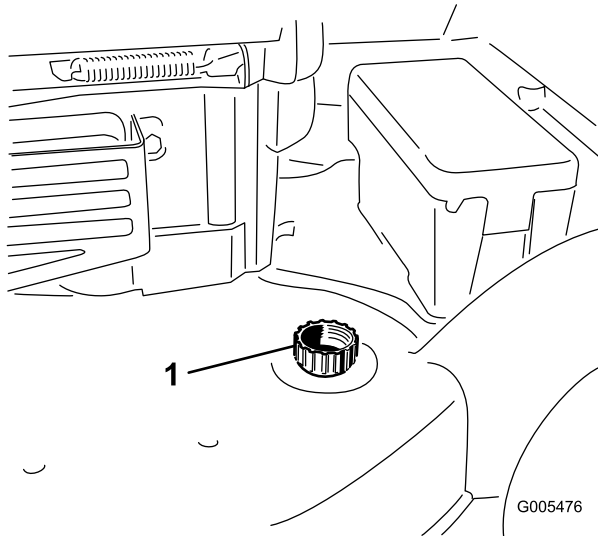

Bild 51
3. Befestigen Sie einen Gartenschlauch, der an einen Wasserhahn angeschlossen ist, am Spülanschluss am Rasenmähergehäuse (Bild 51).